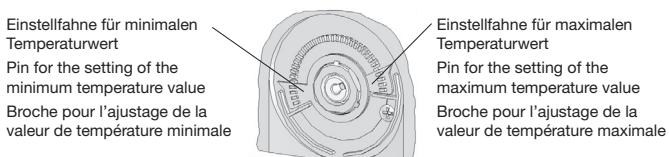

Bild 2 / Picture 2 / Illustration 2
Der Raumtemperaturregler erfasst mit einem innenliegenden Bimetallfühler die Raumtemperatur und regelt entsprechend dem eingestellten Sollwert. Die Reglertypen RTBSB-201.023 und RTBSB-201.062 verfügen über einen „EIN/AUS“-Schalter, der Typ RTBSB-201.062 zusätzlich über eine rote Lampe „Heizen“. Der RTBSB-201.075 verfügt über einen Schalter „Absenken/Tar/Uhrbetrieb“ und eine grüne Lampe „Absenkbetrieb“. Der RTBSB-201.065 wurde speziell für 2-Rohr-Leitungssysteme entwickelt und verfügt für den gemeinsamen Heiz-Kühlausgang über einen Heiz-Kühl-Umschalter. Durch eine thermische Rückführung wird eine sehr genaue Schaltdifferenz erreicht. Bereicheinengung siehe Bild 2. Bei Beschalten der Klemme (5) mit 230 V ~ wird auf eine um ca. 3K geringere Temperatur geregelt (Nachtabsehung).